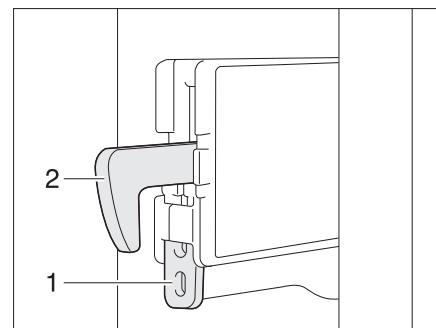

Fig. 358 Fissaggio del gancio di bloccaggio
■ Spingere il dispositivo di fissaggio (Fig. 358,1) verso l'alto. Spingere il gancio di bloccaggio (Fig. 358,2) verso l'alto, disinserendolo.
■ Spingere il gancio di bloccaggio (Fig. 358,2) verso il basso. Il gancio di bloccaggio è di nuovo inserito.